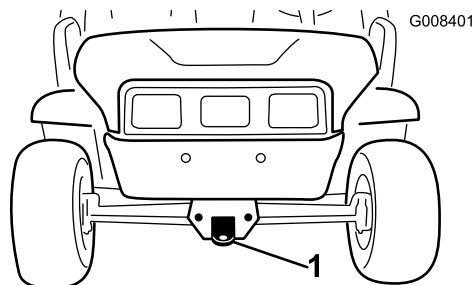
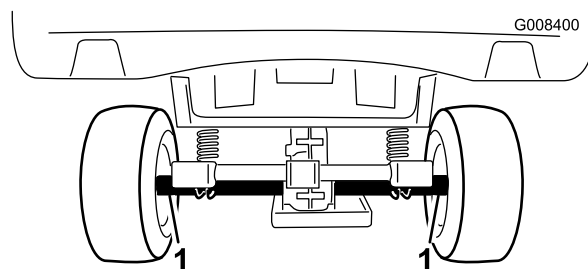

Figura 18
Figura 19
Consulte Figura 18 e Figura 19 para localizar os pontos de fixa  o da m  quina.
2. Ate um cabo de reboque ao garfo, na parte dianteira do chassis da máquina (Figura 18).